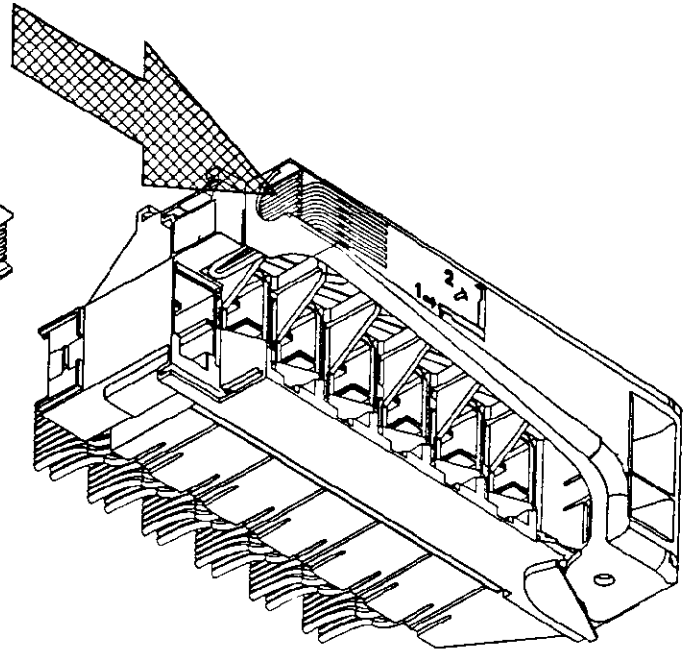

FIG. 2
2) Open the lever by pushing on the appropriate locking lance (see **Fig. 2 and 3**).
2) Aprire la leva agendo sul pulsante di sgancio della stessa (vedi **Fig. 2 e 3**).